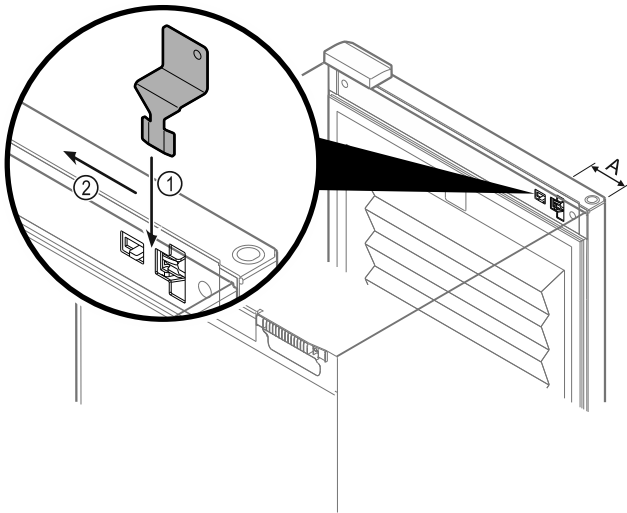

Fig. 150
- Notentriegelungsschlüssel an vorgegebener Stelle positionieren Fig. 150 (A) $\approx$ 100 mm.
- Notentriegelungsschlüssel Fig. 150 (1) zwischen Tür und Gerätekorpus von oben bis zum Anschlag einstecken.
- Notentriegelungsschlüssel in Richtung Scharnier ziehen. Fig. 150 (2)